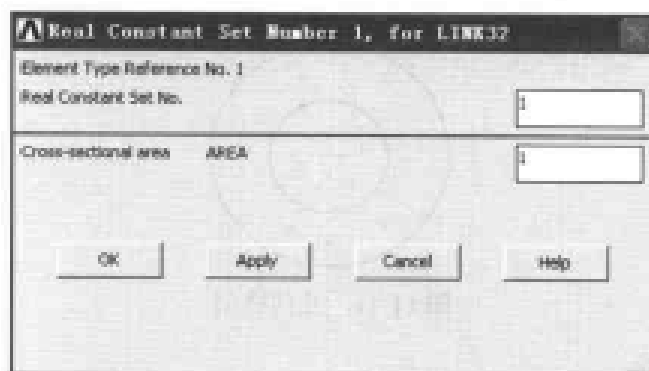

图 11-13 LINK32 单元实常数设置对话框
(3) 单击 Element Type 对话框上的 Close 按钮, 关闭该对话框。
(4) 选择 Main Menu | Preprocessor | Real Constants | Add/Edit/Delete 命令, 出现 Real Constants 对话框, 单击 Add 按钮, 出现 Element Type for Real Constants 对话框。单击 OK 按钮, 出现 Real Constant Set Number 1, for LINK32 对话框, 参照图 11-13 对其进行设置, 单击 OK 按钮关闭该对话框。